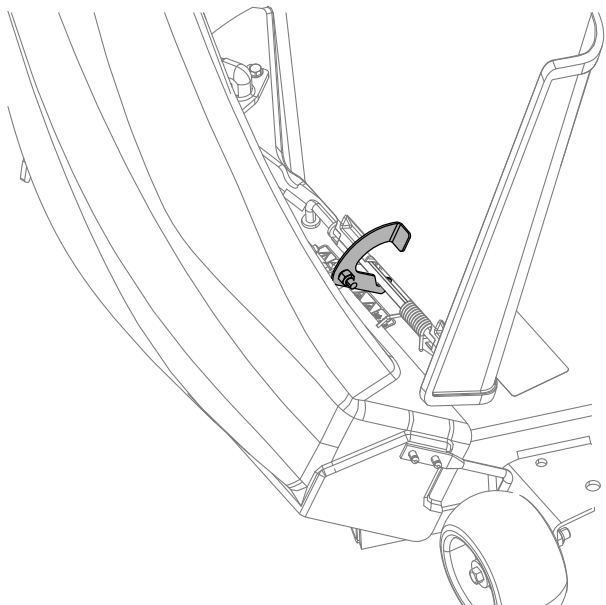
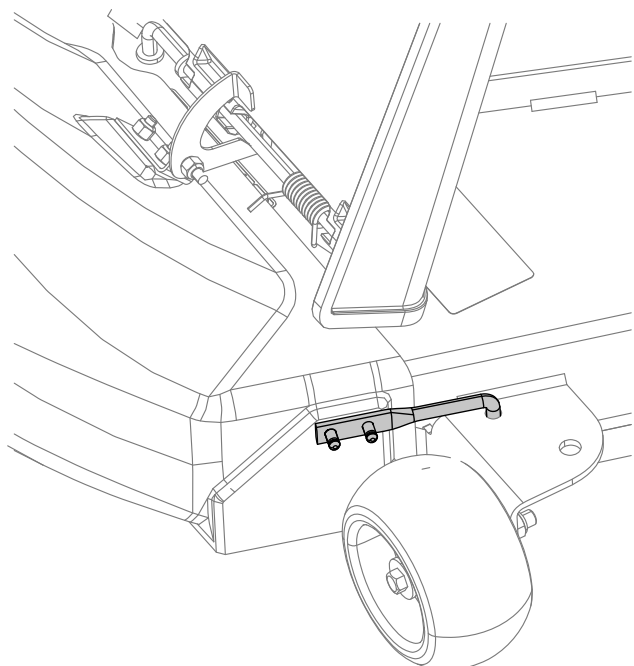

Figure 26
Figure 27
- Sur le haut de la goulotte, accrochez le crochet de verrouillage à la tige de pivot du déflecteur (Figure 26 et Figure 27).